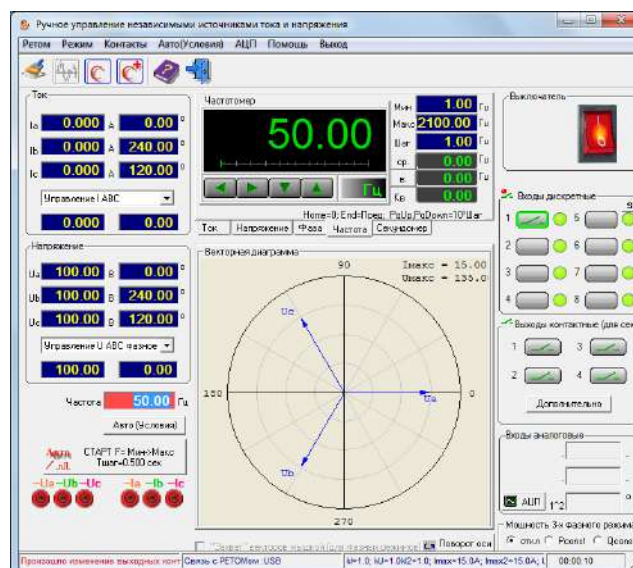

Рисунок 5.10 – Окно «Ручное управление»
14. Провести проверку в ручном режиме, для этого необходимо выбрать ярлык «Ручное управление» (рис. 5.10).